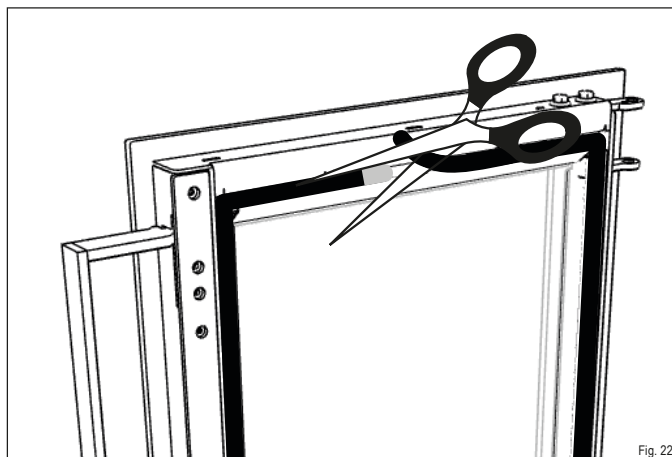
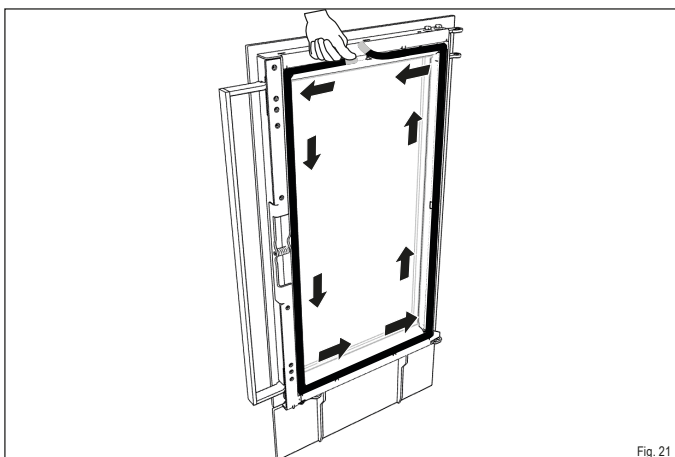

Fig. 22
Fig. 21
- ▶ Commencez à poser le joint au milieu du guide, dans la zone supérieure de la porte du foyer. Appuyez uniformément sur le joint dans le guide (Fig. 21). Laissez dépasser l'extrémité un peu et coupez le joint à ras (Fig. 22).